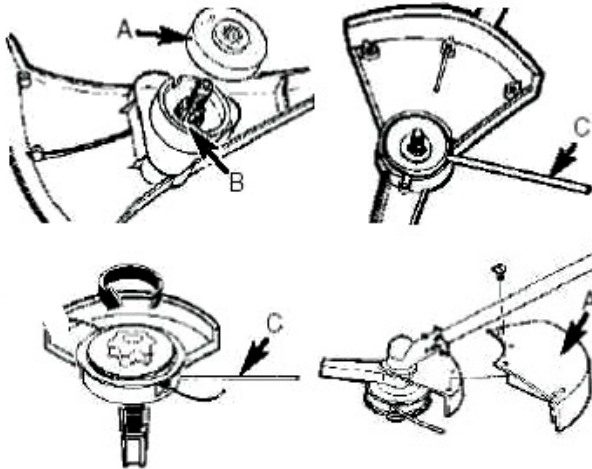

Рис.3
2. Установите защитный щиток сверху на кожух и выровняйте отверстия на щитке и кожухе до совпадения. Вставьте винты (В) как указано (Рис.3) и надежно затяните.
1. Установите защитную муфту (А), убедившись, что прокладка муфты (В) находится на месте (Рис.3).
2. Вставьте стопорную шпильку в отверстие на корпусе (С), тем самым, заблокировав внутренний гибкий вал. Наверните ручную режущую головку на резьбовую часть вала. Затяните ручную режущую головку (Рис.3).